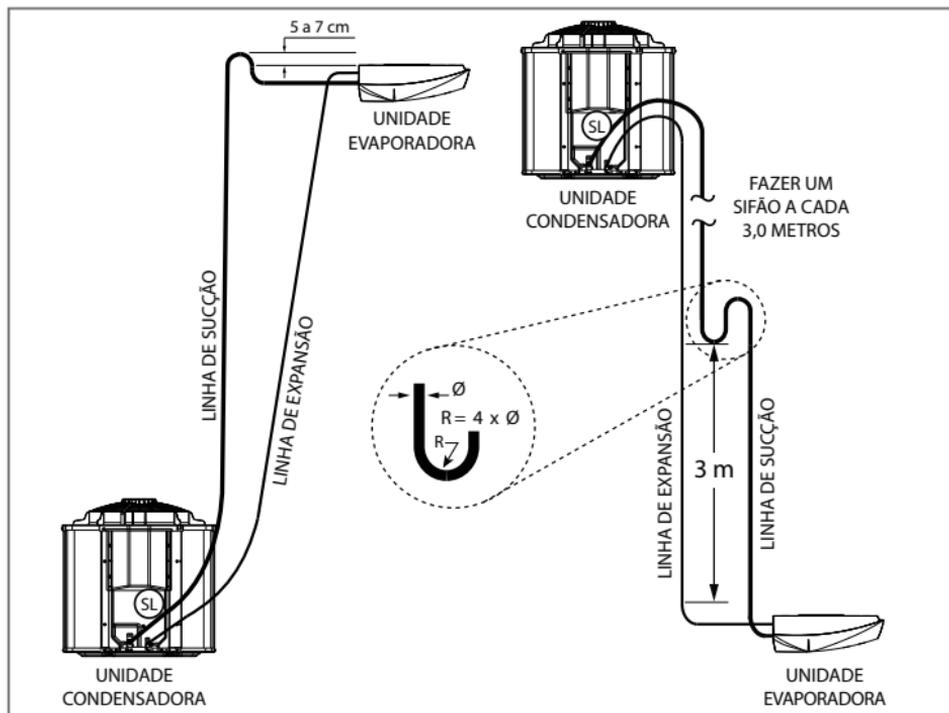

FIG. 24 - INSTALAÇÃO LINHAS DE INTERLIGAÇÃO
- Elevar a linha de sucção acima da un. evaporadora antes de ir para a un. condensadora (entre 5 cm e 7 cm), quando a un. evaporadora estiver acima ou no mesmo nível da un. condensadora. Ver Fig. 24.